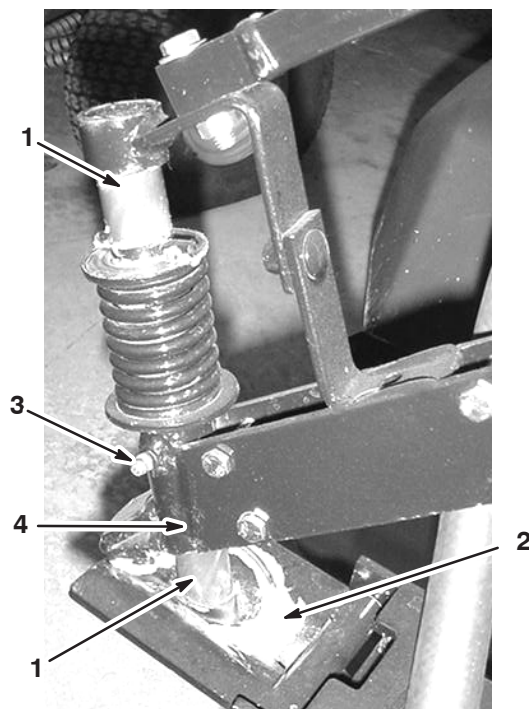

Figure 44
1. Placez de la graisse à la main sur l'arbre de support et dans le siège de la rotule de la plaque d'articulation, comme indiqué à la Figure 44.
2. Pompez de la graisse dans le graisseur situé sous le ressort jusqu'à ce qu'elle ressorte au bas de l'ensemble pivot (Fig. 44).